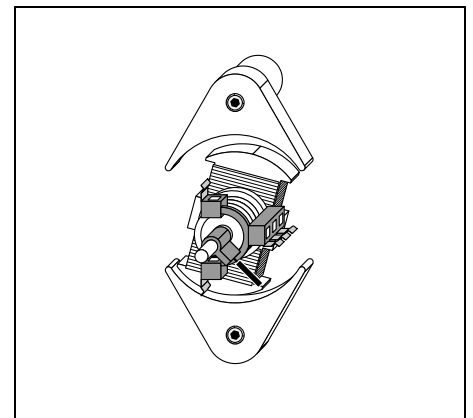

Fig. 6
- Visser consciencieusement le porte-balai pour le maintien du rotor (aussi du rotor à aimant!) (fig. 6).
- Atornillar cuidadosamente el puente de escobillas para asegurar el rotor (¡y también el rotor magnético!), véase la Fig. 6.
- En cas d'utilisation des bagues du collecteur du rotor bipolaire, orienter le porte-balais parallèlement au champ magnétique du stator (fig. 6).
- Al emplear el anillo del conmutador del rotor bipolar, orientar el puente de escobillas en dirección paralela al campo magnético del estator (Fig. 6).